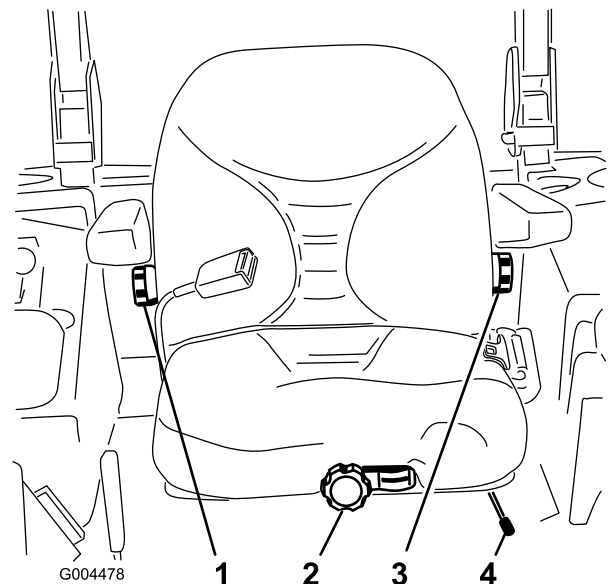

Bild 35
1. Wenn Sie den Sitz verstellen möchten, bewegen Sie den Hebel zum Entriegeln des Sitzes zur Seite (Bild 35).
Drehen Sie zum Verstellen das Handrad unter der rechten Armlehne solange in eine Richtung, bis der gewünschte Komfort erreicht ist (Bild 35).
Drehen Sie zum Verstellen das Handrad unter der linken Armlehne solange in eine Richtung, bis der gewünschte Komfort erreicht ist (Bild 35).